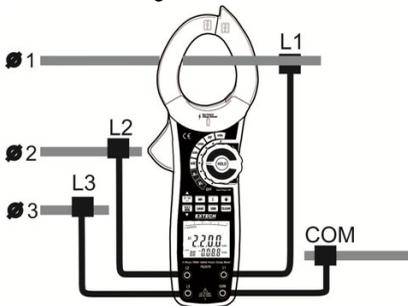

Figura 7
1. Conecte los cuatro cables de tensión, como se muestra en la figura. 7 2.
3. Ajuste el medidor de kilovatios. La doble indicación muestra la potencia activa en kW valor y el ángulo de fase (PG) valor.